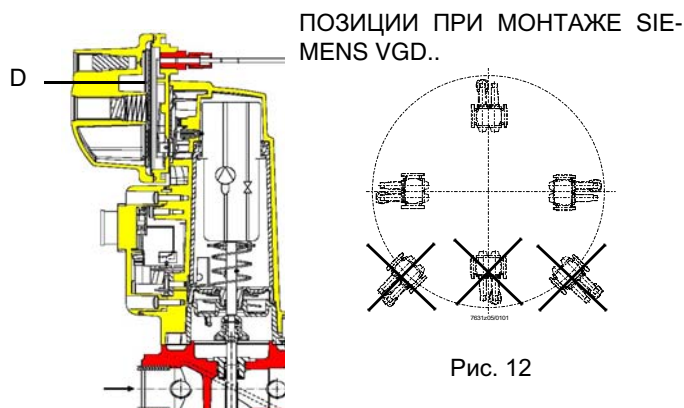

Рис. 11
**⚠ ВНИМАНИЕ:** диафрагма D исполнительного механизма SKP2 должна находиться в вертикальном положении (Рис. 11).